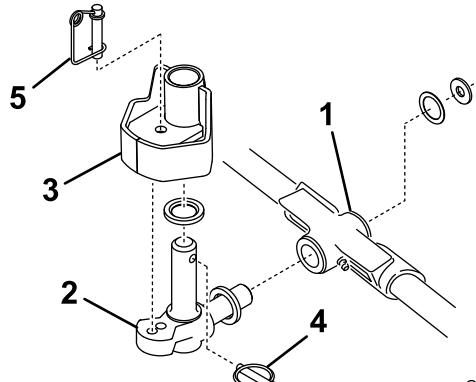

Bild 13
1. Setzen Sie eine Druckscheibe auf die horizontale Welle des Kreuzgelenks, wie in Bild 13 dargestellt.
2. Setzen Sie die horizontale Welle des Kreuzgelenks in das Befestigungsrohr des Trägerrahmens (Bild 13).
3. Befestigen Sie das Kreuzgelenk mit einer Druckscheibe, einer flachen Scheibe und einer Bundkopfschraube am Trägerrahmen (Bild 13).
4. Setzen Sie eine Druckscheibe auf die vertikale Welle des Kreuzgelenks (Bild 13).
5. Falls abgenommen, setzen Sie die vertikale Welle des Kreuzgelenks auf die Hubarmdrehnabe (Bild 13). Führen Sie das Kreuzgelenk zwischen den beiden Zentrierpuffern aus Gummi in die Unterseite der Lenkplatte des Hubarms ein.
6. Setzen Sie den Klappstecker in das Kreuzloch an der Kreuzgelenkwelle (Bild 13).
Hinweis: Wenn Sie eine fixierte Mähwerkstellung wünschen, setzen Sie den Lenksperrstift auf das Befestigungsloch des Kreuzgelenks (Bild 13).
11. Haken Sie den Federdraht unten um den Lenksperrstift (Bild 13).